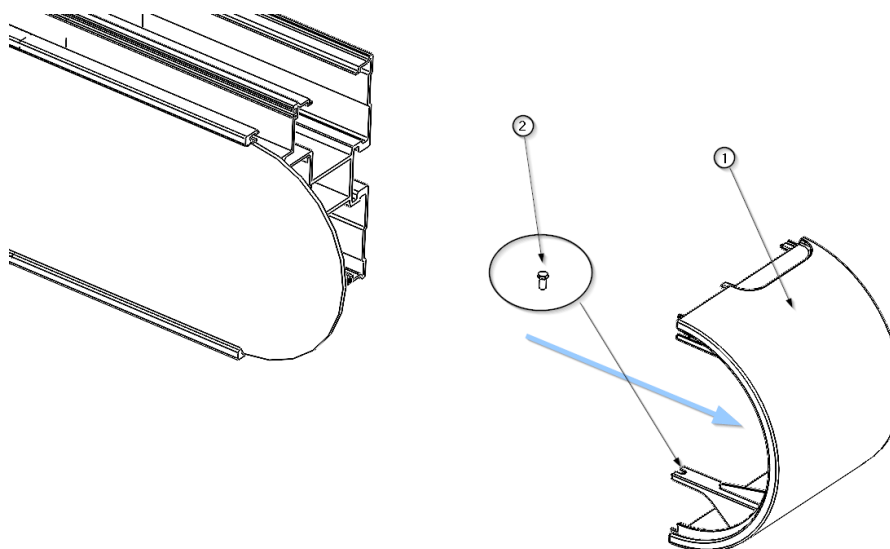

Fig. 5 Démontage des parois latérales
- Retirez la vis M4 x 10 ② DIN 7505 et faites glisser le capuchon d'extrémité ① en direction du châssis de l'équipement pour le retirer, comme le montre la figure 5.
- Pour remettre en place le capuchon d'extrémité ①, il suffit de le pousser en position dans le sens du châssis jusqu'à ce que le capuchon d'extrémité s'arrête et de mettre en place la vis de fixation ②.